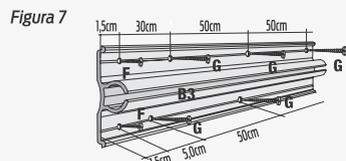

Figura 7
**2** Utilizando la propia base de fijación (B3) como escantillón, haga los agujeros en la altura deseada obedeciendo los espaciamientos, conforme figura 7.